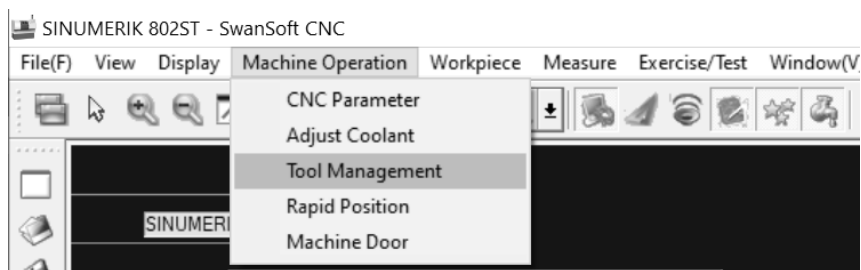

Рисунок 2.5 – Выбор вкладки «Tool Management»
3.3 Подобрать и задать режущий инструмент, загрузить их в револьверную головку («Machine Operation» – «Tool Management») (рисунок 2.5).